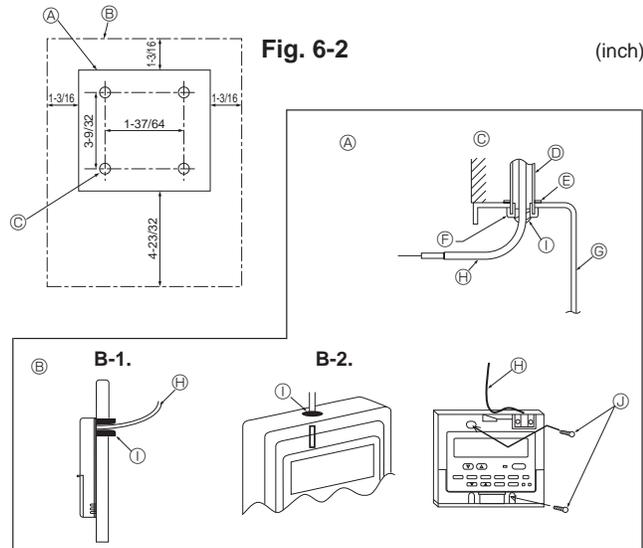

Fig. 6-3
- (2) Selle la entrada del cable del control remoto con masilla para evitar que puedan entrar gotas de rocío, agua, cucarachas o gusanos. (Fig. 6-3)
[Fig.6-3]